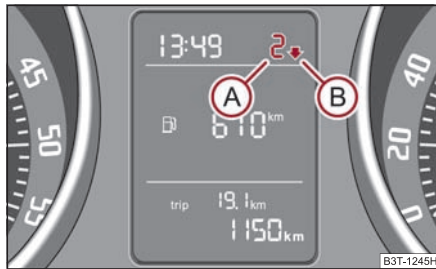

Abb. 136 Schaltempfehlung für Gangwechsel
Im Modell Superb GreenLine wird im Display des Kombiinstrumentes der aktuell geschaltete Gang (A) ⇒ Abb. 136 angezeigt.